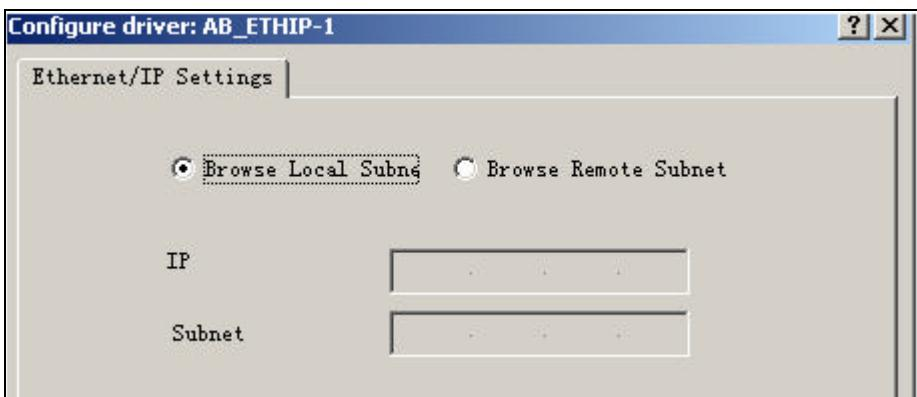

图 5-8 添加 Ethernet/IP 驱动
(7) 点击 Add New...添加新的 Ethernet/IP 驱动，如图 5-8 所示。点击确定。